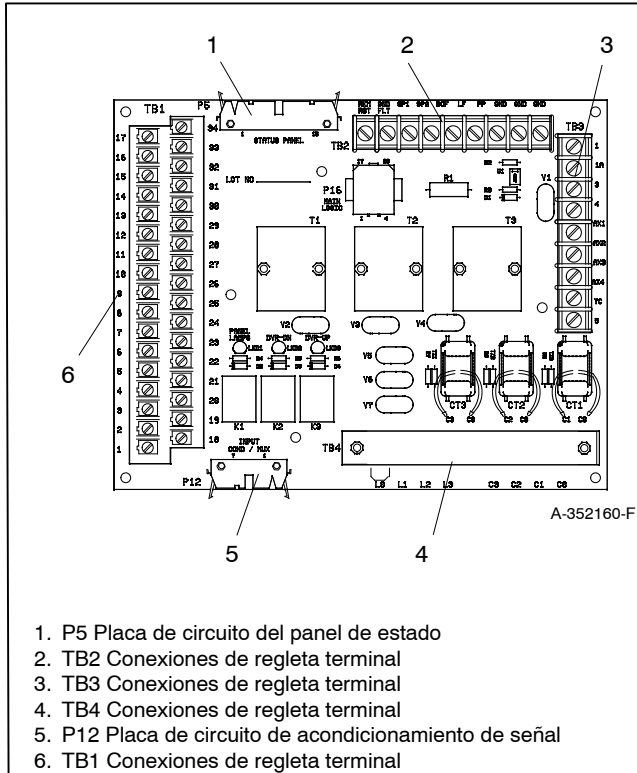

Figura 4-7 Placa de circuito A-352160 de interconexión
- b. Placa de circuito de interconexión A-352160. Consulte la Figura 4-7.